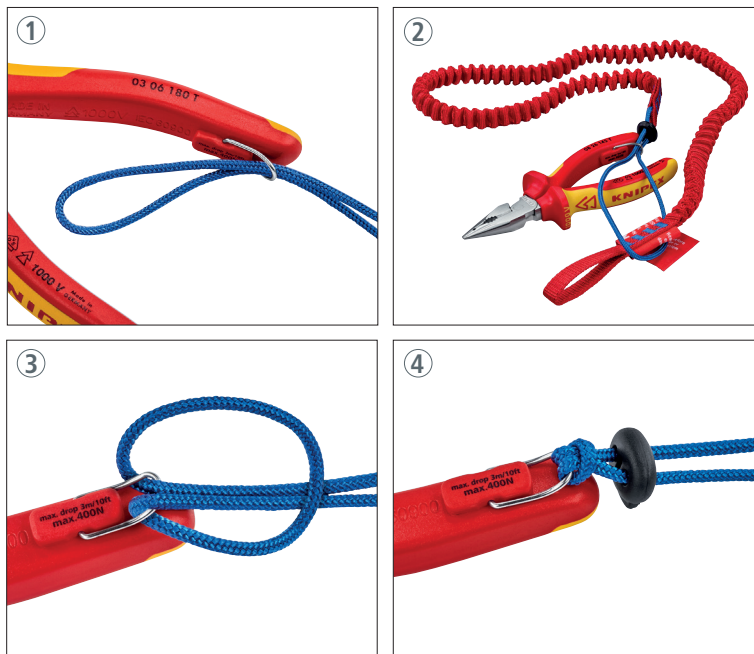

Figura 6: Conexión a través del bucle
- Las herramientas KNIPEX con un punto de amarre se deben conectar únicamente mediante un lazo (figura 6).
Fije el otro extremo de la cuerda a un punto de anclaje que sea adecuado y fiable para amarrar herramientas, ya sea mediante un lazo o un mosquetón (consulte el Capítulo 4.1.1, figura 6 y 4.1.2).